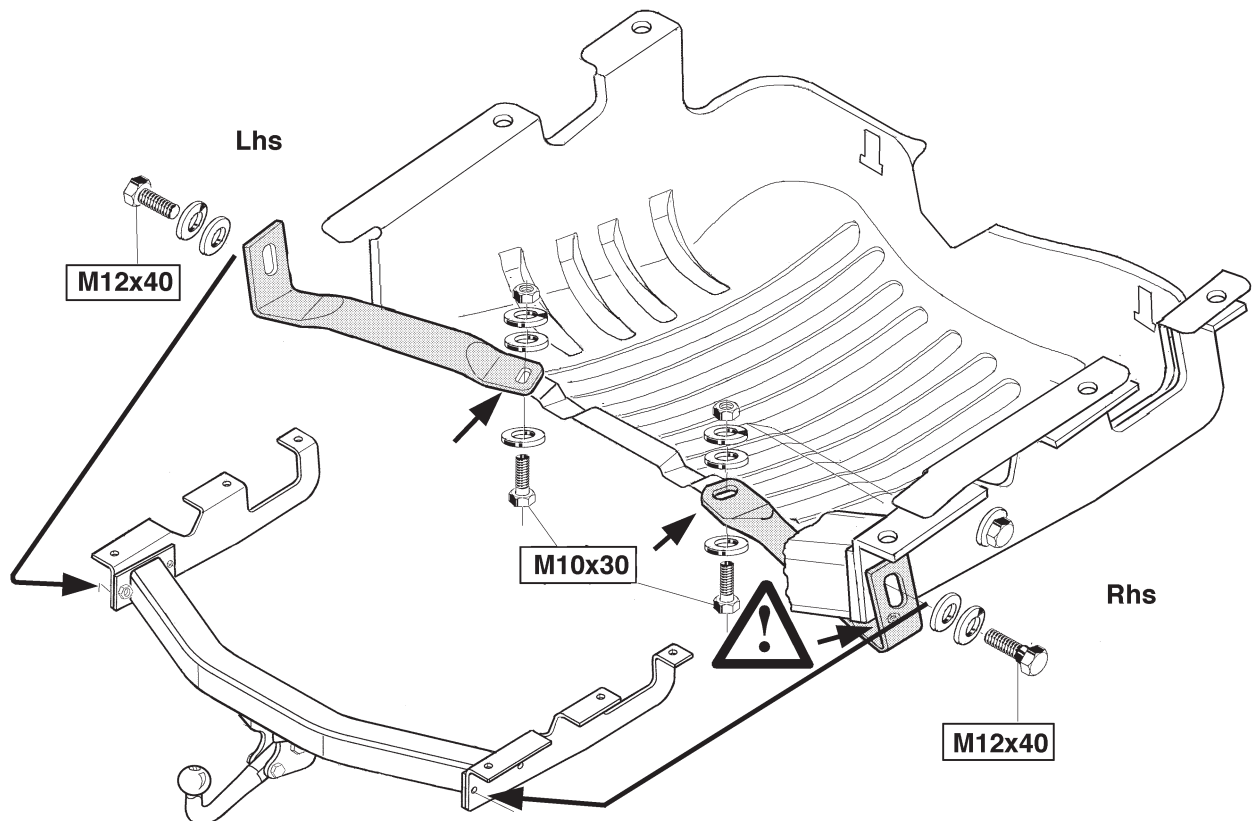

Fig. 3
2. Montar a la izquierda y derecha las placas laterales por medio del material original de sujeción, sin apretar del todo. Colocar el gancho de remolque inclusive los pequeños soportes suministrados como indicado en el croquis y la fig. 3, entre las placas de sujeción. ¡Atención! Para crear espacio para el montaje, una persona ha de tirar hacia abajo el parachoques. Una segunda persona ahora podrá instalar el conjunto y montarlo por medio del material de sujeción indicado en el croquis. Fijar los soportes de acuerdo con la fig. 3 a la altura de los orificios correspondientes en el contenedor de neumáticos por medio del material de sujeción indicado. Si el vehículo no lleva ex fábrica dichos orificios, será preciso taladrarlos Ø11mm.
2. Montare i pannelli laterali a destra e sinistra, con l'ausilio dei dispositivi di fissaggio originali. Posizionare il gancio traino, con i supporti in dotazione, tra le piastre di fissaggio, come indicato nel disegno ed in fig.3. Attenzione! Per creare lo spazio necessario al montaggio, il paraurti deve essere tirato verso il basso da una seconda persona. In questo modo è possibile posizionare l'insieme e fissarlo mediante i dispositivi di fissaggio indicati nel disegno. Fissare i supporti inserendo i dispositivi di fissaggio nei corrispondenti fori nell'alloggiamento della ruota, come indicato in fig. 3. Se il veicolo non presenta suddetti fori, propri di fabbricazione, è necessario praticarli con una punta da $\varnothing 11$ mm.